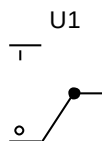

Рис. 5.61 – Цифровой сигнальный ключ
5.7.8 Цифровой сигнальный ключ (Animated Digital switch) (рис. 5.61)